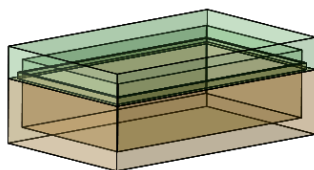

图 8-70 零件透明显示
4. 零件透明显示。在模型树中选中下盖，右击快捷菜单中选择[更改透明度]，将零件透明化；对上盖进行相同操作，得到如图 8-70 所示效果。